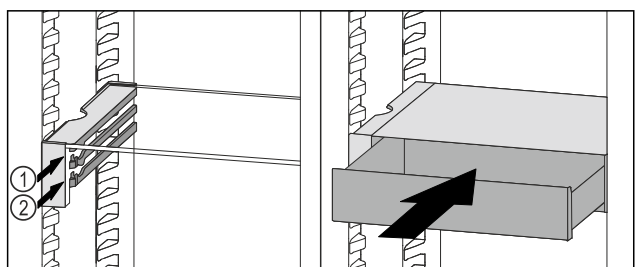

Fig. 109
- ▶ Predal VarioSafe namestite za zaustavljalnimi elementi na zeleni nastavek Fig. 109 (1) ali Fig. 109 (2).